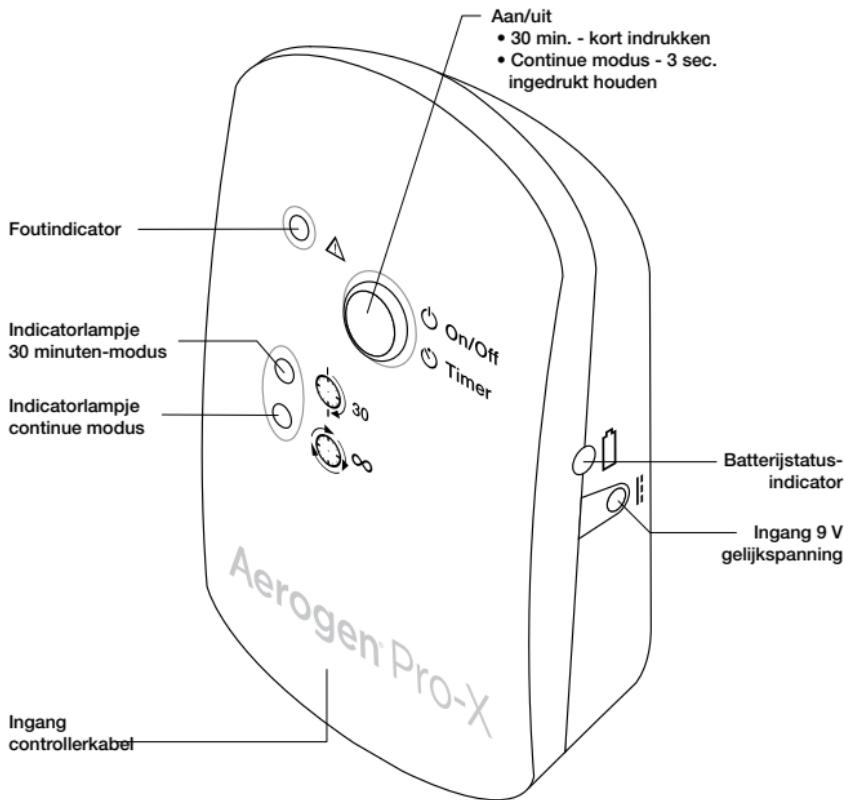

Afbeelding 3. Configuraties van de Aerogen Pro-X-controller en universele montagebeugel
- Gebruik de universele montagebeugel om de controller in verticale of horizontale positie aan een infususstandaard of bedrail te bevestigen (afbeelding 3).
- Indien een standaard apparatuursteun aanwezig is, dient de apparatuurmontageadapter worden gebruikt om de controller te ondersteunen (afbeelding 3).